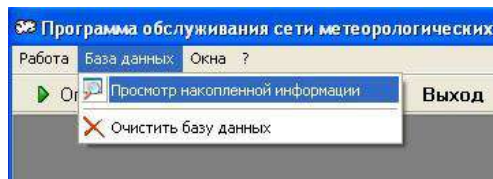
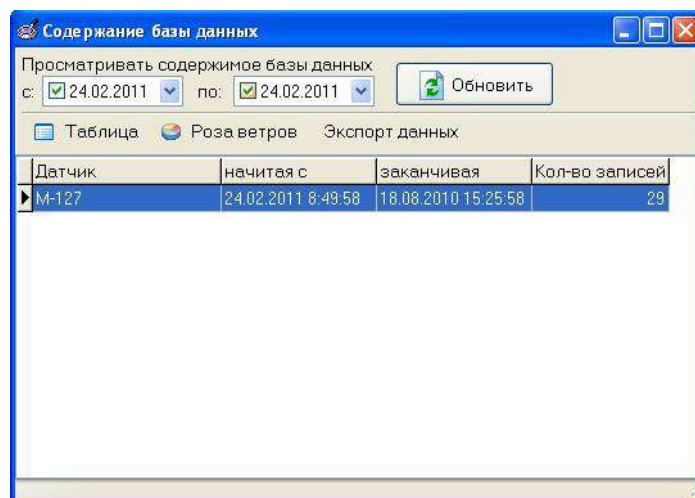

Рисунок 9 – Вызов окна СОДЕРЖАНИЕ БАЗЫ ДАННЫХ.
Рисунок 10 – Окно СОДЕРЖАНИЕ БАЗЫ ДАННЫХ.
5.3.3.5 Вызовом в меню БАЗА ДАННЫХ команды ПРОСМОТР НАКОПЛЕННОЙ ИНФОРМАЦИИ (рисунок 9) можно просмотреть информацию о скорости и направлении ветра за указанный период времени в окне СОДЕРЖАНИЕ БАЗЫ ДАННЫХ (рисунок 10).